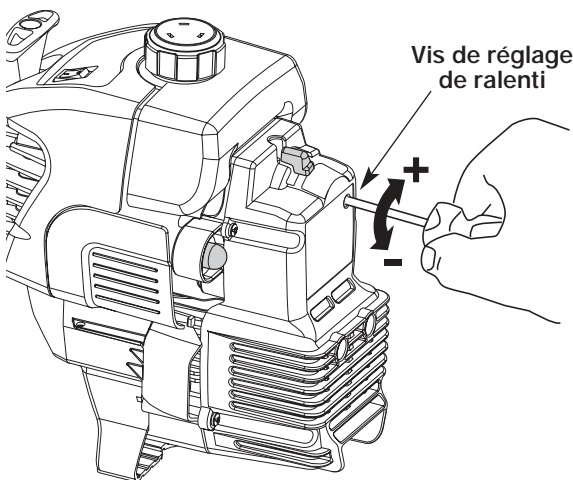

Fig. 27
Le régime ralenti du moteur est réglable par le couvercle du filtre à air/silencieux (Fig. 27).
2. Relâchez le levier d'accélérateur et laissez le moteur au ralenti. Si le moteur s'arrête, insérez un petit tournevis à embout cruciforme ou à tête plate dans le trou du filtre à air/couvercle du silencieux (Fig. 27). **Vissez** la vis de ralenti de 1/8 de tour à la fois (selon le besoin) jusqu'à ce que le moteur se mette bien au ralenti.